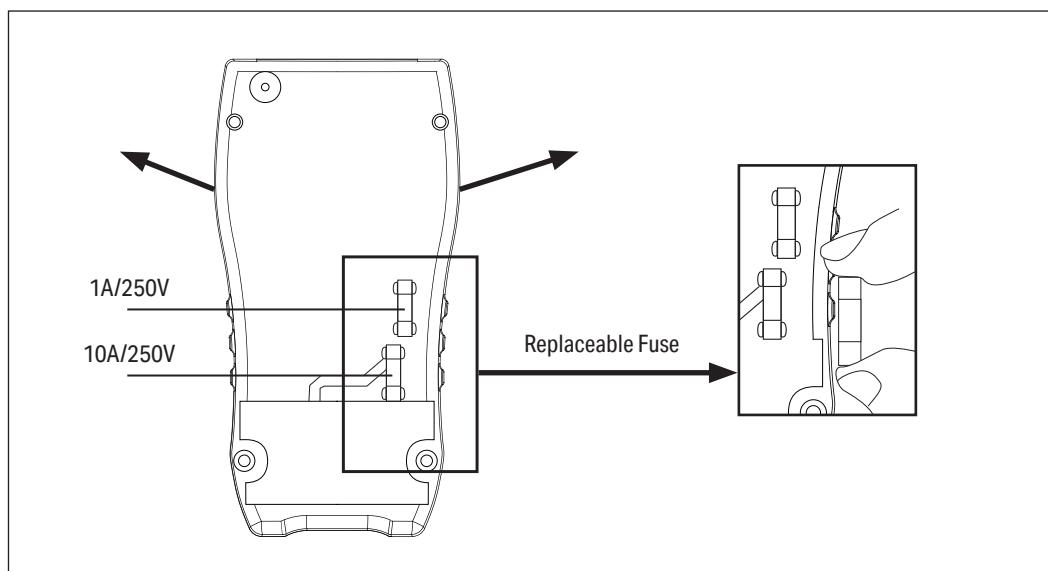

Fig. 4
8.2 Replacing the Fuse - Fig. 4